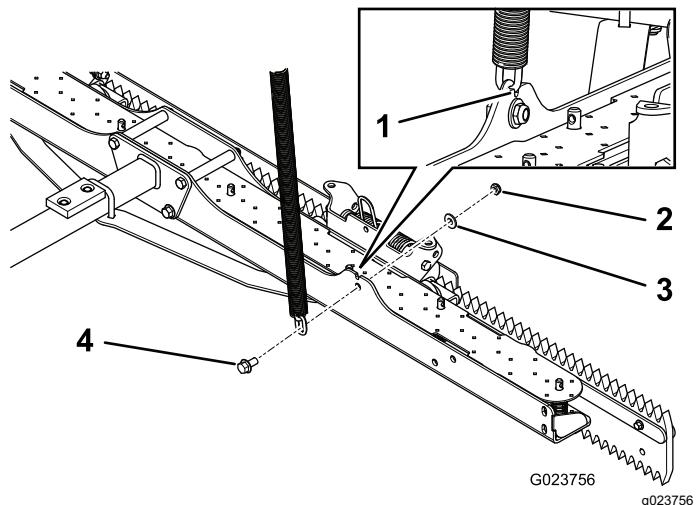

図 8
1. 昇降チェーンにボルト3/8 x 3/4 インチを差し込んでボトム・プレートに固定するワッシャ3/8 インチとロックナット3/8 インチを使用する図 8を参照。
穴の上のスロットから動かないように、図 8に示す状態にしてください。